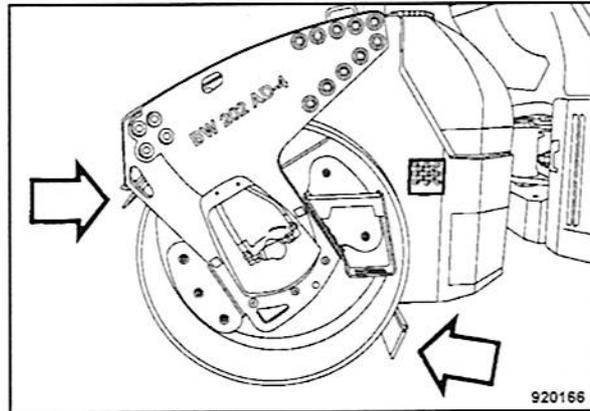

Fig. 202
- Comprobar los rascadores (Fig. 202), dos en cada rodillo.